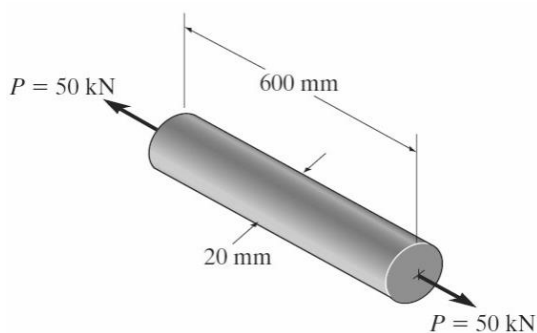

Figura 2.23
2.4.1 Determine a diferença de temperatura necessária aplicar à barra da Figura 2.23 para que não haja um aumento de comprimento. Dados: $E = 200 \text{ GPa}$ e $\alpha = 16 \times 10^{-6} / ^\circ\text{C}$. R: $\Delta T = 49,74^\circ\text{C}$